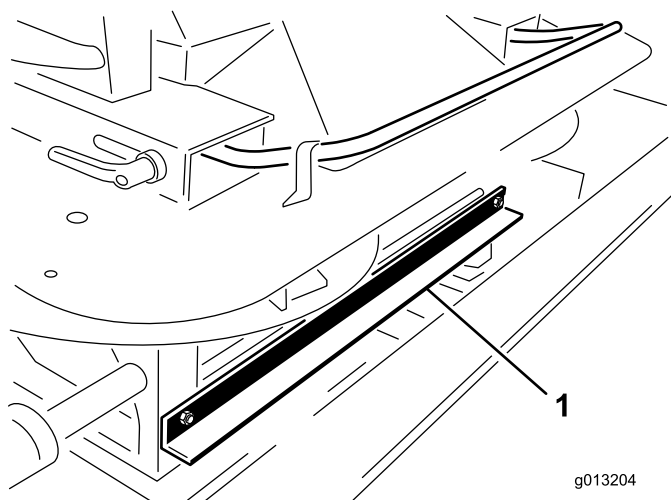

图4
3. 从双甩盘的前面卸下将机器提升装置运输支架连接到双甩盘上的 2 个螺栓和螺母 图4。